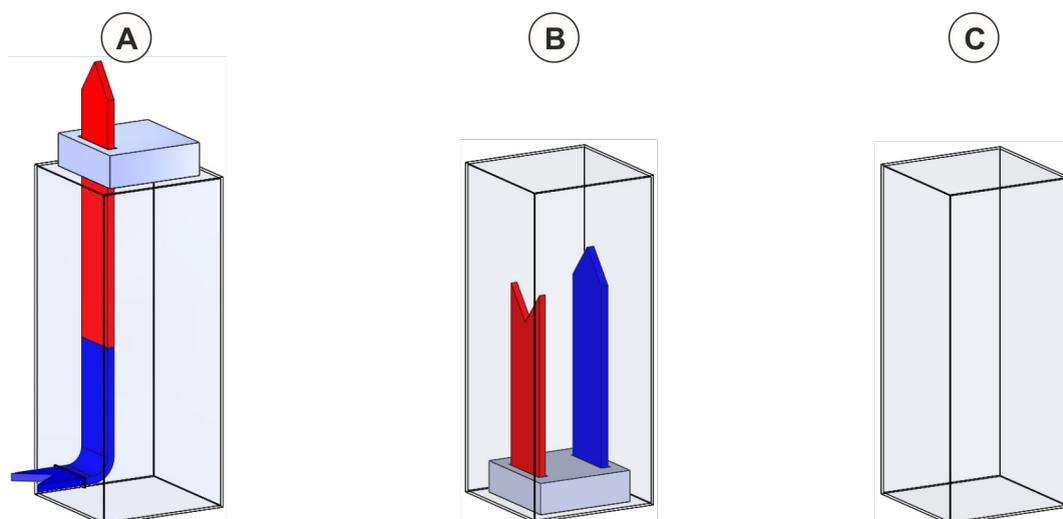

Fig. 17 : Circuit de refroidissement de l'armoire électrique
- Utilisation uniquement dans des armoires fermées. Si des unités de refroidissement sont installées, s'assurer qu'aucun échange d'air avec l'air ambiant n'a lieu (Fig. 17).